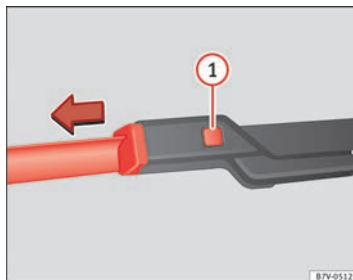

Fig. 116 Remplacement des balais de l'essuie-glance avant.
- Laissez appuyée la touche de déverrouillage ⇒ fig. 116 ① et tirez ensuite légèrement sur le balai dans le sens indiqué par la flèche.